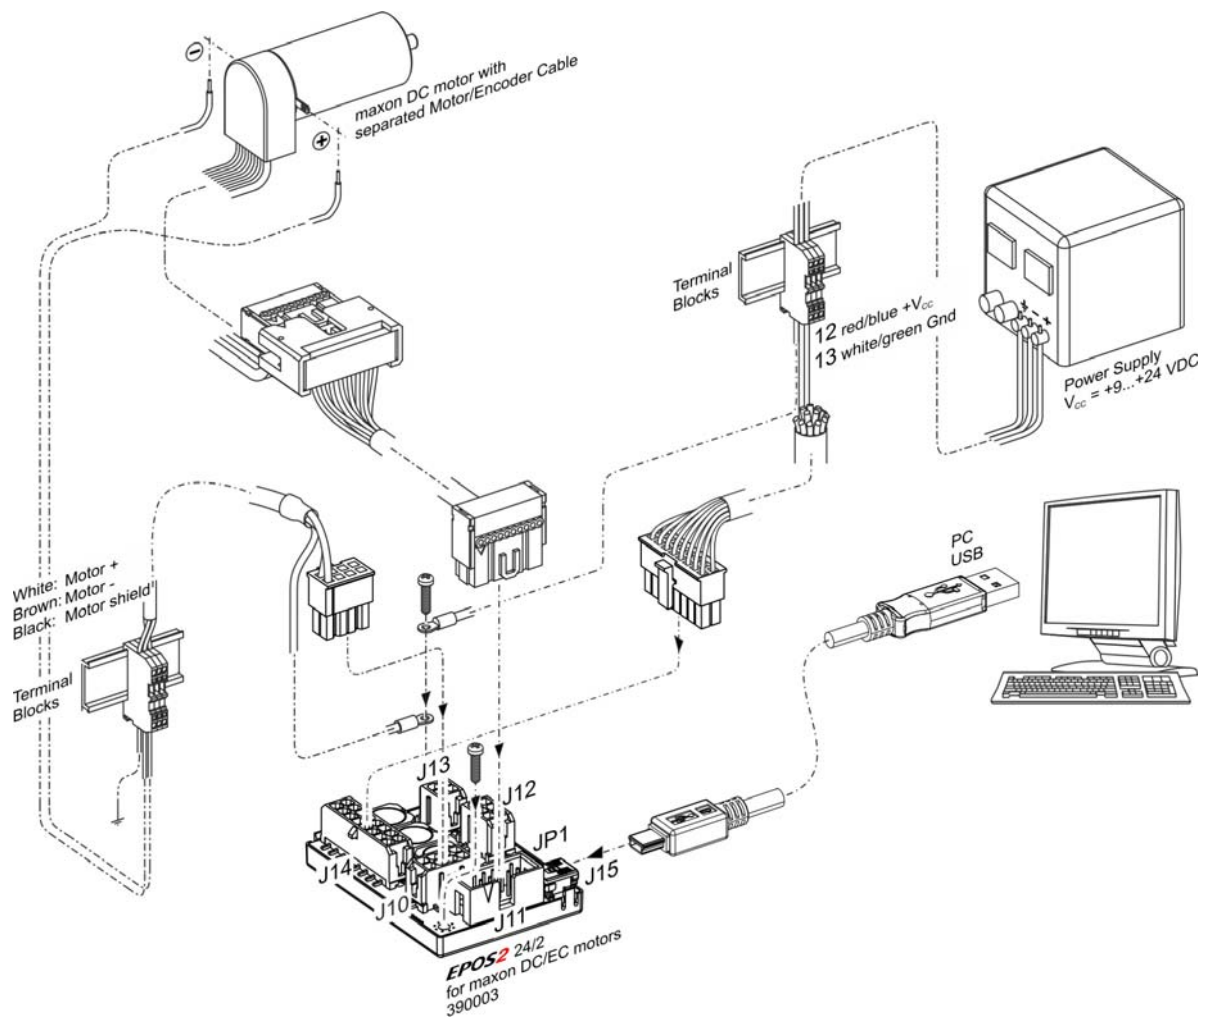

図 3-4 最小限の配線: maxon DC motor (モータ・ケーブルとエンコーダ・ケーブルが別々の DC モータ)
- 2) 下表および下図をご参考に配線作業を行って下さい。(→ 表 3-7 および 図 3-4).